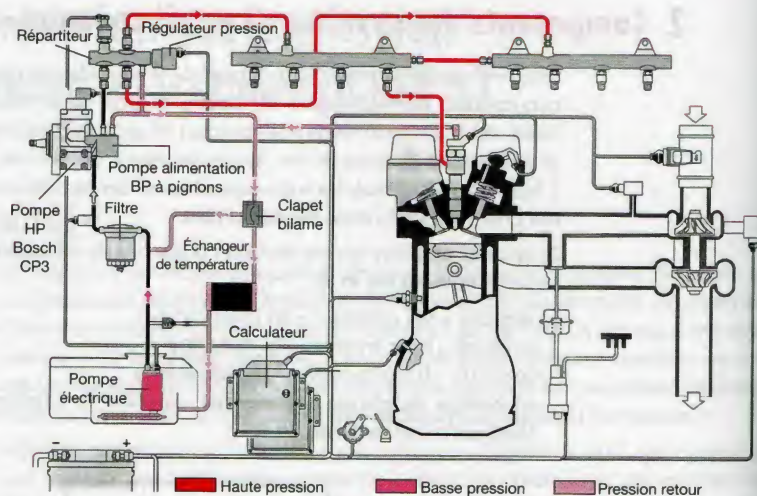
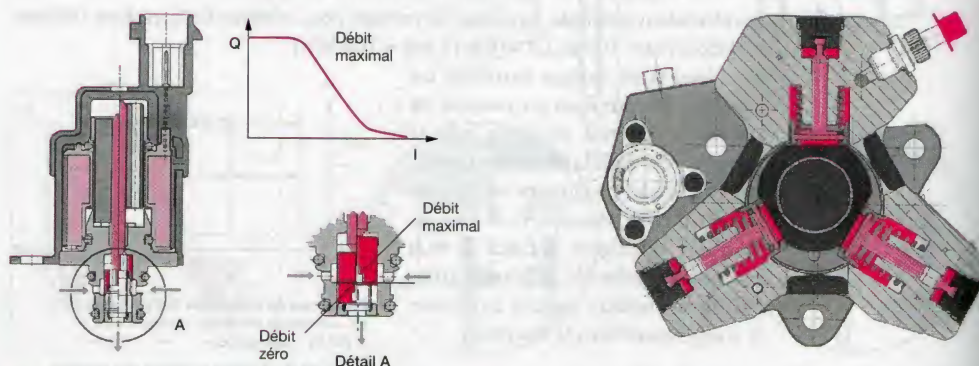

Figure 82.4. Représentation schématique d'un circuit « rail commun » avec pompe Bosch « CP3 » sur BMW (Doc. BMW)
Figure 83.5. Pompe haute pression Bosch « CP3 » (Doc. Bosch)
La pompe haute pression de type « CP3 » (fig. 82.4) est adoptée. Elle comprend, en plus de la « CP1 », une pompe additionnelle à pignons, et un dispositif optionnel de limitation du débit de basse pression, permettant d'adapter, dans tous les états de fonctionnement, le débit de haute pression, évitant ainsi l'échauffement du système de la première génération (fig. 83.5).
- La haute pression délivrée peut atteindre 1 600 bar, et la possibilité de modulation du débit à l'aspiration permet d'éviter les inconvénients du système « CP1 » (échauffement du carburant, clapet de décharge sur le rail, fig. 83.5).